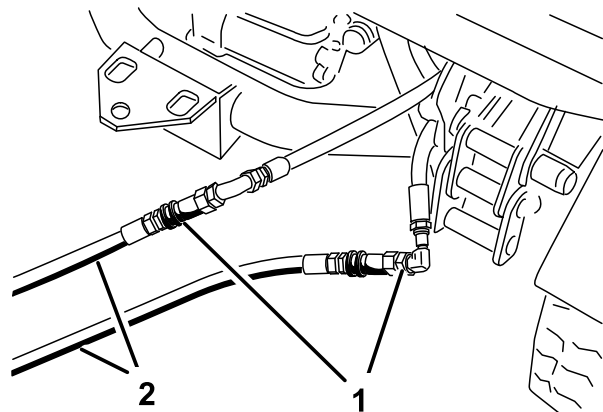

図 85
- 故障しているワークマンのカップラホースに、救援用ホース2本を接続する 図 85。